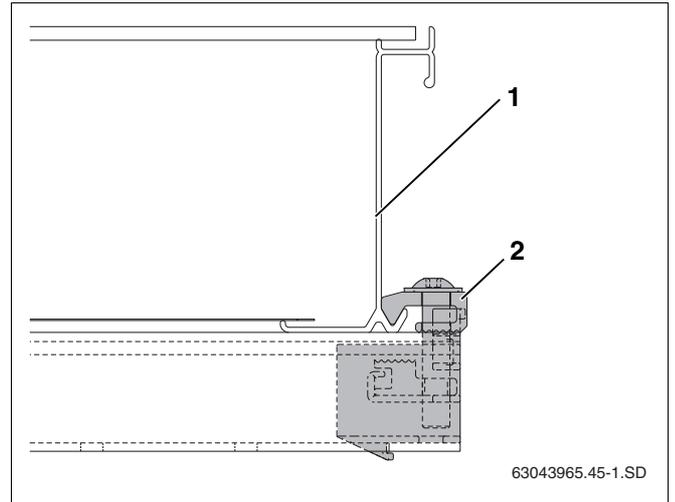

Abb. 47 Verschraubter einseitiger Kollektorspanner
- Kollektor (Abb. 47, **Pos. 1**) vorsichtig an den einseitigen Kollektorspanner schieben und waagrecht ausrichten.
- Einseitigen Kollektorspanner mit dem Schlüssel SW5 verschrauben (Abb. 47, **Pos. 2**).
Der Niederhalter (Abb. 47, **Pos. 2**) des Kollektorspanners greift jetzt in der unteren Kollektorkante.